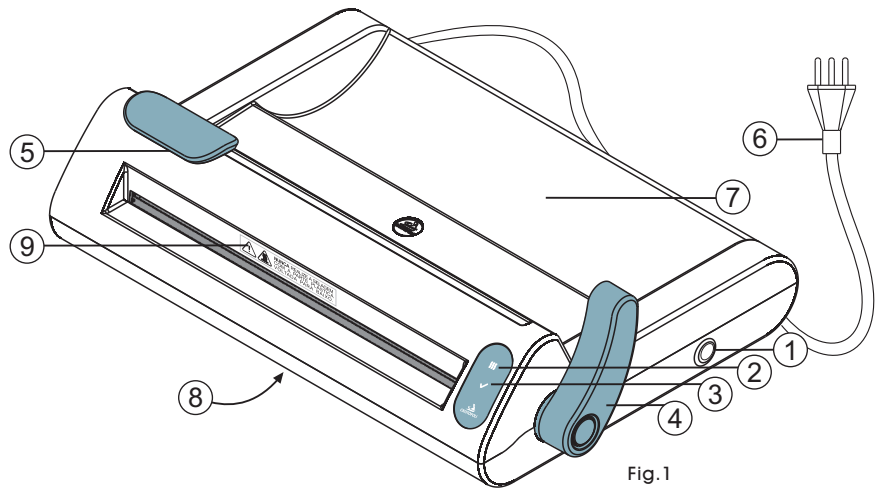

Fig. 1
► Este equipamento trabalha com altas temperaturas, por isso, evite contato com as partes quentes, indicadas pelo adesivo (Fig. 1).
► A Seladora Cristófoli é **bivolt automático** (pode ser usada tanto em redes de 127V quanto 220V), conforme indicado no rótulo de identificação, que se encontra na parte inferior do equipamento (Fig. 1).
1► Conecte o cabo de energia à rede elétrica e pressione o botão Liga/Desliga até soarem 3 bips. O LED III estará piscando, indicando que a seladora está em fase de aquecimento. Ao atingir a temperatura de selagem (aproximadamente três minutos com a **alavanca levantada**, Fig. 1), serão emitidos 2 bips e o LED III permanecerá aceso, indicando que a seladora está pronta para ser utilizada.
2► Insira a ponta do papel grau cirúrgico através da entrada de selagem, **sempre com o lado do papel para baixo e a parte plástica para cima**, puxe pelo outro lado e então coloque o rolo no alojamento para rolos (Fig. 1). Puxe o papel para que este seja selado no tamanho desejado.